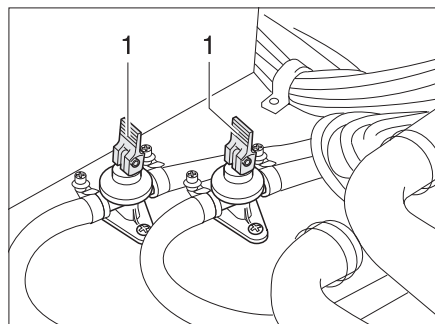

Bild 124 Ablasshähne
- Ablasshähne schließen. Dazu die Kipphebel (Bild 124,1) waagrecht stellen.
- Ablasshähne (Bild 124) öffnen. Dazu die Kipphebel (Bild 124,1) senkrecht stellen. Der Boiler wird über die Ablasshähne nach außen entleert.